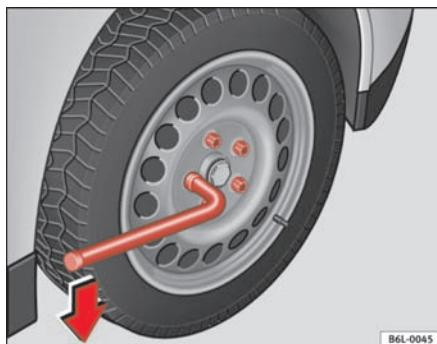

Fig. 133 Cambio de rueda: aflojar los tornillos de rueda
- Agarre la llave por el extremo y gírela aproximadamente una vuelta hacia la **izquierda** ⇒ **fig. 133**.